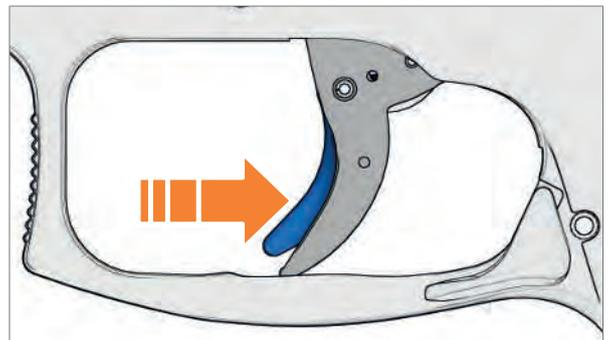

Abb. 18: Abzugssicherung nach hinten drücken
2. Abzugssicherung und Abzug nach hinten drücken (Abb. 18).